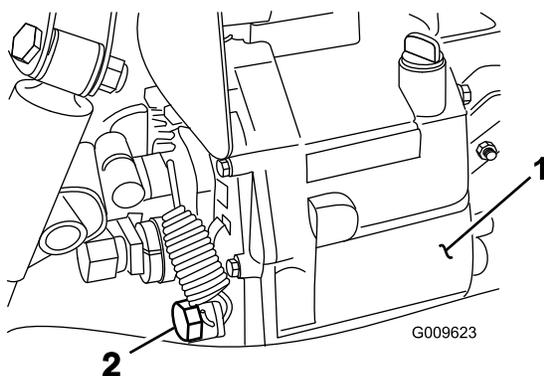

Рисунок 72
2. Снимите сливную пробку с боковой стороны резервуара и дайте гидравлической жидкости стечь в сливной поддон (Рисунок 72).